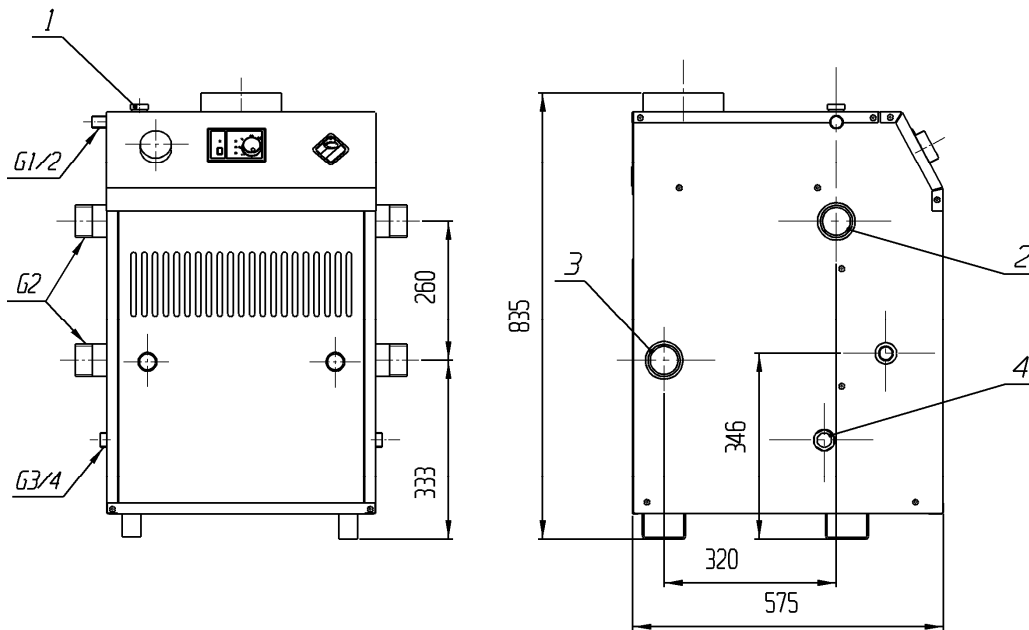

Рис. 1 Общий вид котла и присоединительные размеры
6.1 Основные присоединительные размеры, общий вид котла представлены на рис.1,2.